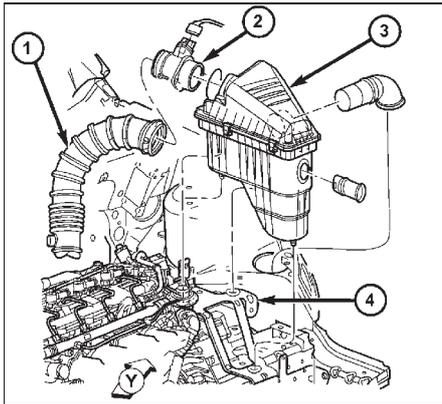

Рис. 21. Корпус воздушного фильтра - типичный пример. 1 - воздуховод, 2 - датчик расхода воздуха, 3 - корпус воздушного фильтра, 4 - кронштейн.
(2) Снимите корпус воздушного фильтра (рис. 21).